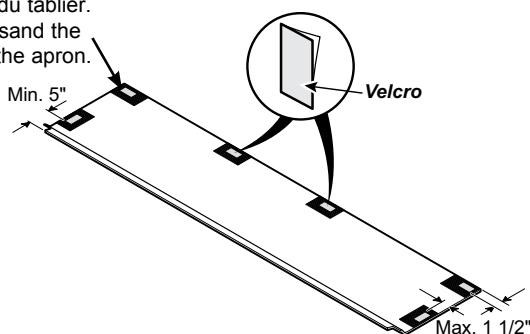

Fig. 3
Secure a standard 2"x4" x W (alcove width) piece of wood into the floor. Make sure that the 2"x4" remains aligned on line B. **Fig. 3.**
Measure the vertical distance (H) between the 2"x4" piece of wood and the pieces of wood set under the bathtub edge. Measure this distance at each extremity of the 2"x4" piece of wood. Cut three 2"x4" pieces in accordance with the measured heights. **Fig. 3.** Secure the three pieces to the 2"x4" and to the pieces of wood set under the bathtub edge. **ATTENTION: The screws maintaining the vertical supports to the piece of wood under the bathtub must not penetrate more than 1/2» (13 mm) into the piece under the bathtub to avoid damaging the fibreglass as well as the acrylic surface.**
Fixer une pièce de 2"x4"x W (largeur de l'alcôve) au sol de façon à ce que le rebord avant du 2"x4" soit aligné sur la ligne B. **Fig. 3.**
Mesurer la distance verticale (H) entre la pièce de 2"x4" et les pièces de bois fixées sous le rebord de la baignoire. Mesurer cette distance à chaque extrémité des morceaux de bois. **Fig. 3.** Couper trois pièces de 2"x4" (supports verticaux) selon les hauteurs mesurées et les fixer en position en les vissant sur la pièce de 2"x4" au sol et sur les pièces de bois sous le rebord de la baignoire. **ATTENTION: Les vis qui maintiennent les supports verticaux aux blocs sous la baignoire ne doivent pas pénétrer à plus de 1/2» (13 mm) dans les blocs sous la baignoire pour éviter d'endommager la fibre de verre, ainsi que la surface en acrylique.**
Install the apron by sliding the upper edge of the apron under the edge of the bathtub and push down the apron against the 2"x4" so that the Velcro sticks to the back side of the apron. Fig. 3.
Install the apron by sliding the upper edge of the apron under the edge of the bathtub (Fig. 3) and push down the apron against the 2"x4". Install #8 x $\frac{3}{4}$ " screws and screw caps included. Fig. 4a.
Glisser la partie supérieure du tablier sous le rebord de la baignoire, entre celui-ci et la pièce de bois et abaisser le bas du tablier contre le 2"x4" de manière à ce que les pièces de Velcro adhèrent à l'arrière du tablier. Fig. 3.
Glisser la partie supérieure du tablier sous le rebord de la baignoire, entre celui-ci et la pièce de bois (Fig. 3) et abaisser le bas du tablier contre le 2"x4" et fixer le tablier en position à l'aide des vis fournies. Installer les cache-vis. Fig. 4a.